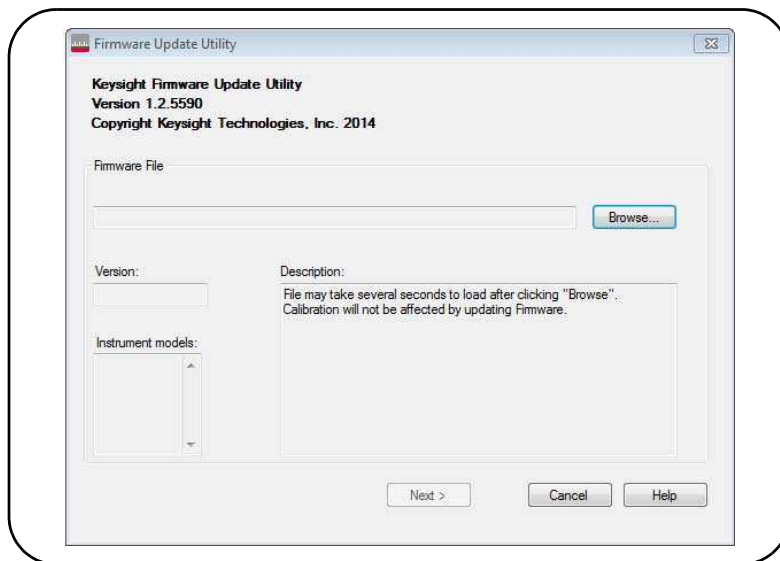

Рисунок 2-9 Выбор пути к файлу обновления
- 2 Нажмите **Next (Далее)** и с помощью кнопки **Browse (Обзор)** укажите путь к файлу прошивки (**Рисунок 2-9**). После этого в окне «Применимые модели» появится номер модели прибора, а также номер версии и описание прибора. Выберите **Next (Далее)**.